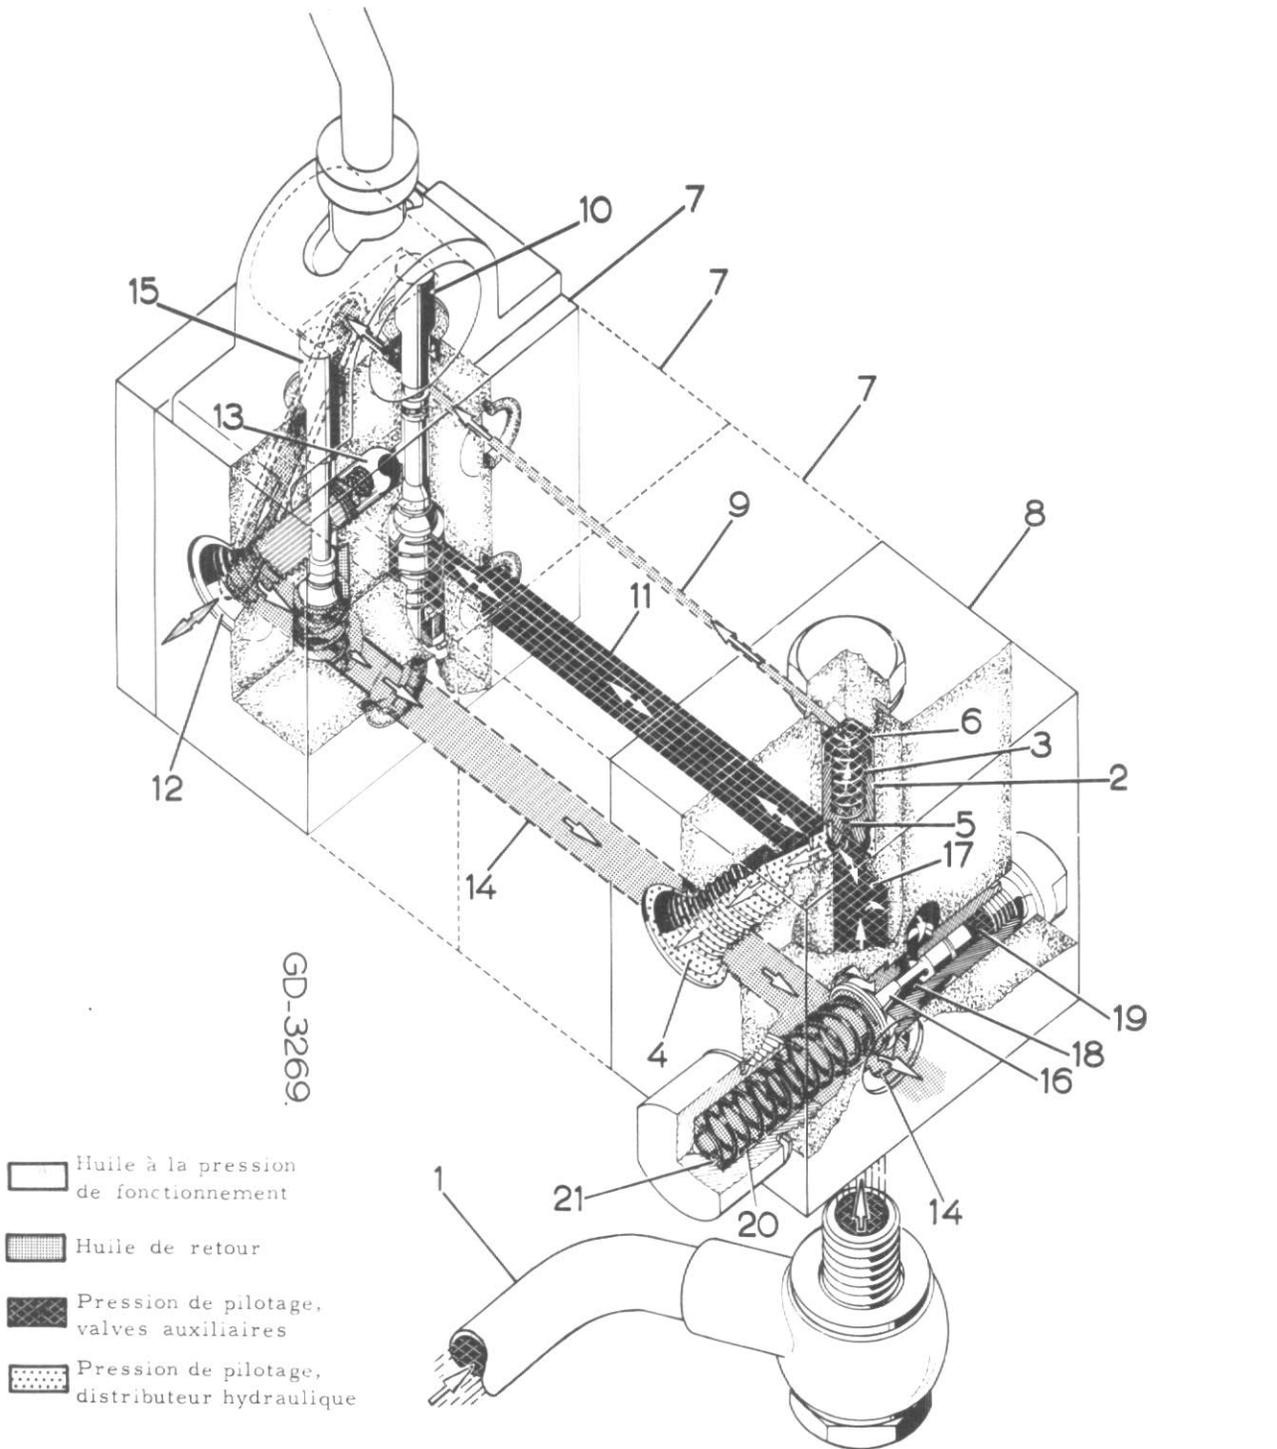

Fig. 79
NOTE : La figure 79 montre un ensemble typique de valves auxiliaires.
La Fig. 79 montre l'ensemble des valves auxiliaires en position neutre. Le fluide sous pression venant de la pompe pénètre dans le bloc de mise en pression (8), en empruntant le tuyau (1) situé à sa partie inférieure. Il est arrêté par le clapet de mise en pression (2) maintenu par son ressort (3). Lorsque la pression atteint la limite de pilotage, (en brun sur le schéma), elle provoque l'ouverture du clapet (2) dont le piston en s'effaçant découvre l'orifice de sortie (4) vers le distributeur, et obture partiellement le passage (9) jusqu'à ce que la pression soit presque identique dans les chambres (6 et 17). Cette circulation de fluide sous pression de pilotage est nécessaire au fonctionnement du piston du clapet de mise en pression (2). Lorsque les valves auxiliaires sont en position neutre, le fluide sous pression de pilotage emprunte les passages (9 et 14) afin de retourner au réservoir. Lorsque le distributeur fonctionne, la pression augmente dans le tuyau (1) au-dessous du piston du clapet de mise en pression (2) et dans l'orifice de sortie (4), en proportion de la charge supportée par le système de relevage. Le piston du clapet de mise en pression se met à obturer de nouveau le passage (9), égalisant presque la pression dans les chambres (6 et 17).